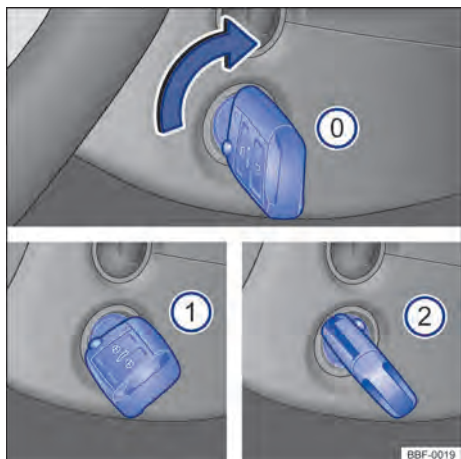

Fig. 92 Ao lado do volante, à direita: posições da chave do veículo no cilindro da ignição.
Posições da chave do veículo → **Fig. 92**
- ① Ignição desligada. A chave do veículo pode ser retirada.
- ② Ignição ligada.
- ③ Pisar no pedal do freio e ligar o motor. Quando o motor pegar, soltar a chave da ignição. Ao soltar, a chave do veículo retorna à posição → **Fig. 92** ①.
- *Veículos com cilindro da ignição*: girar a chave do veículo na posição → Fig. 92 . A ignição está ligada.
- *Veículos com cilindro da ignição*: girar a chave do veículo no cilindro da ignição para a posição → Fig. 92  – não acelerar. Quando o motor começar a funcionar, soltar a chave do veículo no cilindro da ignição.
- *Veículos com cilindro da ignição*: girar a chave do veículo no cilindro da ignição na posição → Fig. 92 .